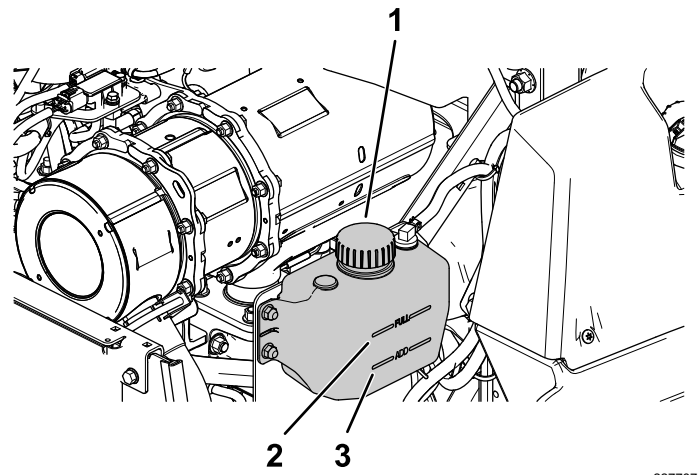

Figure 56
4. Vérifiez le niveau du liquide de refroidissement dans le vase d'expansion (Figure 56).
5. Si le niveau du liquide de refroidissement est trop bas, enlevez le bouchon du vase d'expansion et faites l'appoint de liquide spécifié (Figure 56).